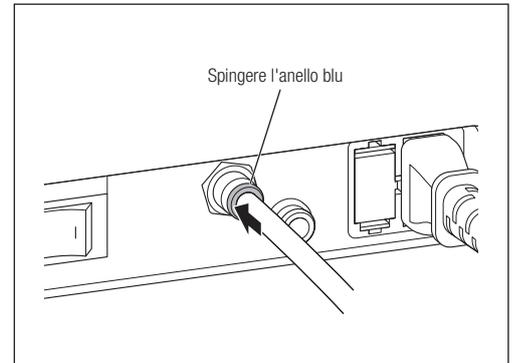

Fig. 3
- 3) Per estrarre il tubo dell'aria, rimuoverlo spingendo l'anello blu verso l'unità di controllo (Fig. 3).